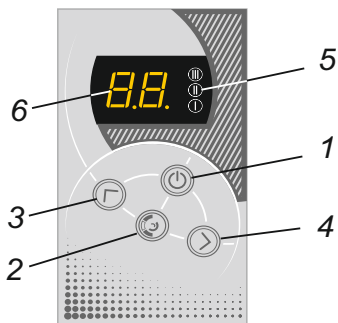

Рисунок 3
- котла (1) в теплоизоляции с входным (2) и выходным (3) патрубками G 1¹/₄ и трубочатыми электронагревателями (ТЭН) (4) с трубочками из нержавеющей стали ;
- задней панели (5) с установленными на ней зажимом винтовым (6) для подключения сетевого кабеля и зажимом (7) для защитного проводника PE;
- зажим винтовой для подключения циркуляционного насоса и датчика температуры воздуха (8);
- контактор (9) для аварийного отключения ТЭН (для W-7,5-12);
- блока управления (10) с мембранной клавиатурой и шлейфом (12);
- предохранителя (11) цепи подключения циркуляционного насоса.
4.3 Для управления прибором используется мембранная клавиатура (рисунок 3). Для включения прибора необходимо нажать клавишу включения (1). При этом загорится цифровой индикатор (6), где высветится заданная температура теплоносителя (температура уставки) в режиме моргания. По прошествии 5 секунд индикатор отобразит текущую температуру теплоносителя в режиме постоянного свечения.